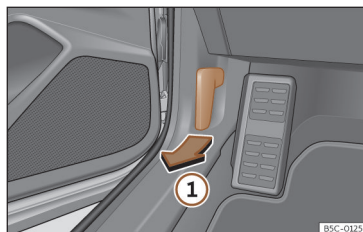

Fig. 222 Alavanca de desbloqueio no espaço para a zona dos pés do condutor.
• Abra a porta e puxe pelo manípulo que existe debaixo do painel de instrumentos >>> Fig. 222 ①.